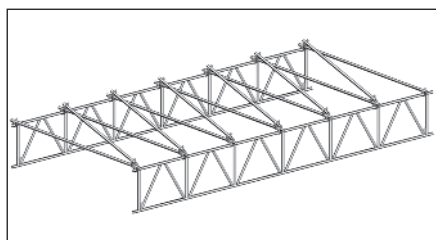
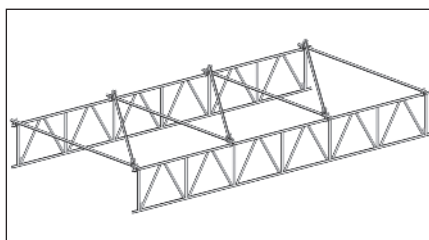

Fig. 1: Horisontell avstyvning med 1,0 m avstånd
Fig. 2: Horisontell avstyvning med 2,0 m avstånd
- Horisontell avstyvning utförs enl. fig.1 eller fig.2
Tabell 1: q_1 = horisontell avstyvning med 1,0 m avstånd (fig. 1), q_2 = horisontell avstyvning med 2,0 m avstånd (fig. 2)